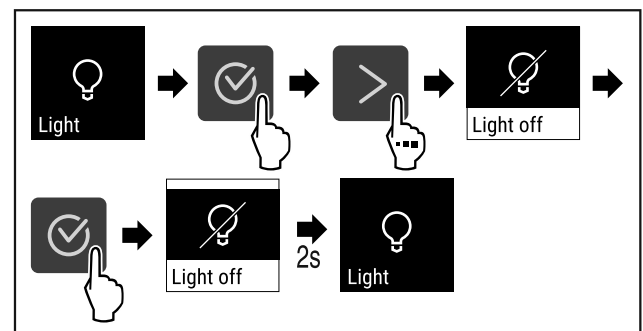

Fig. 85
- ▶ Végezze el a gyakorlati lépéseket (lásd Fig. 85) .